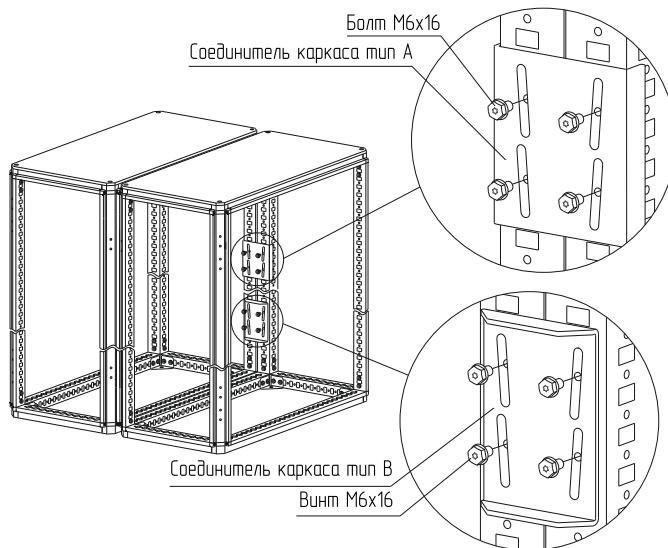

Рисунок 67
4.36.3 Установите каркасы друг к другу, установите соединительные пластины в местах необходимых для стягивания каркасов, наживив по 4 болта M6×16 (рисунок 67). Пластины должны быть равномерно распределены по всему периметру каркасов.